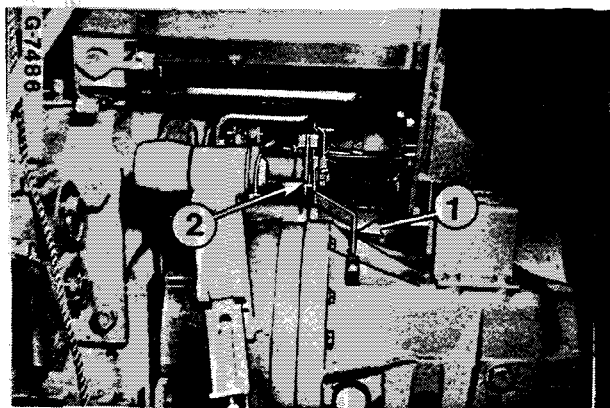

Figure 35a (956 - 1056)
L'attelage 3-points peut être réglé en hauteur à l'aide du levier (1) - Figure 35a (si le tracteur en est équipé) pour faciliter l'attelage et le dételage de l'outil. Le réglage peut se faire par intervalles de 10cm maximum.